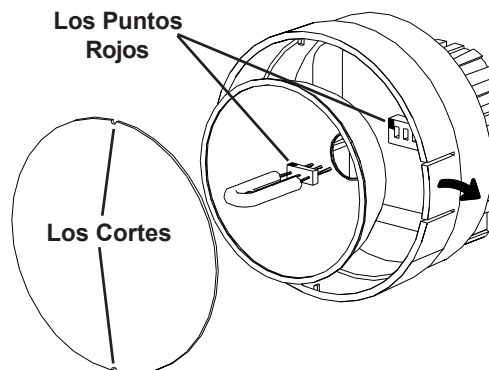

Figura 4 Reemplazo de Lámpara
3. Las lámparas son polarizadas y deben ser puestas en el enchufe que empareja la polaridad. **Utilizar una hilas libertan tela, el igual arriba el punto rojo en el tapón con el punto rojo en el enchufe** y mecen suavemente la lámpara al empujar en lugar (Vea la Figura 4). Cerciórese lámpara está en recto y centrado en el hoyo de reflector.
4. Vuelva a instalar el reflector y entonces posicione el lente anterior en el igualar del lugar los cortes en el lente con las dos pequeñas etiquetas en la envoltura para prevenir la rotación de lente (ve la figura 4). Empuje las etiquetas en el borde anterior exterior y apriete el lente en el lugar.